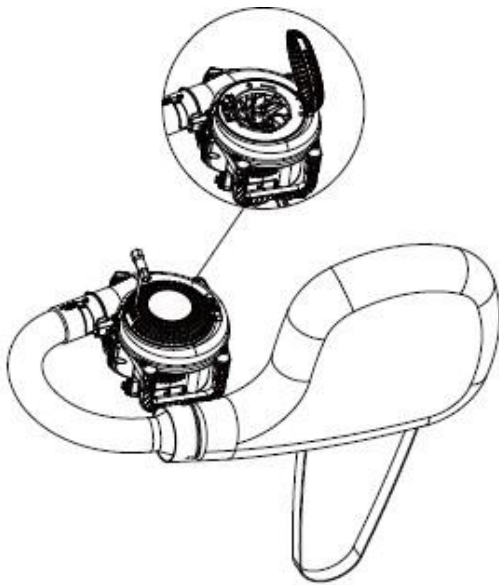

Fig. 6
- 3) Stecken Sie die Spitze eines Schlitzschraubendrehers oder des Zündkerzenschlüssels (mitgeliefert) senkrecht in den Schlitz der Lufterlassabdeckung, drehen Sie das Werkzeug gegen den Uhrzeigersinn, um die Lufterlassabdeckung zu entriegeln und zu öffnen (Abb. 6).